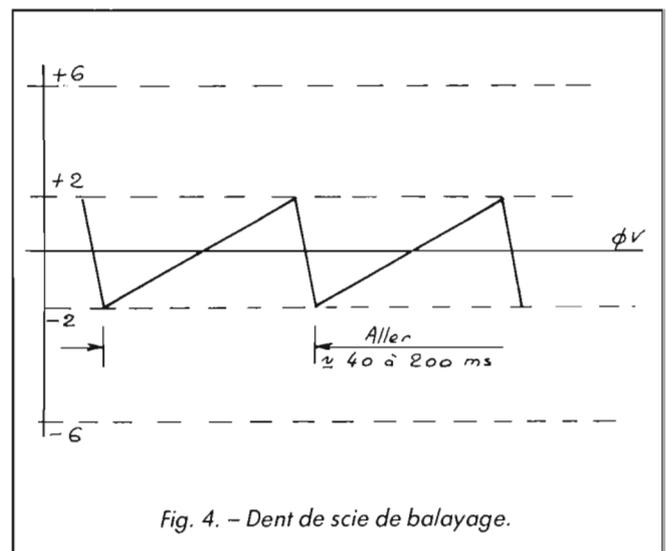
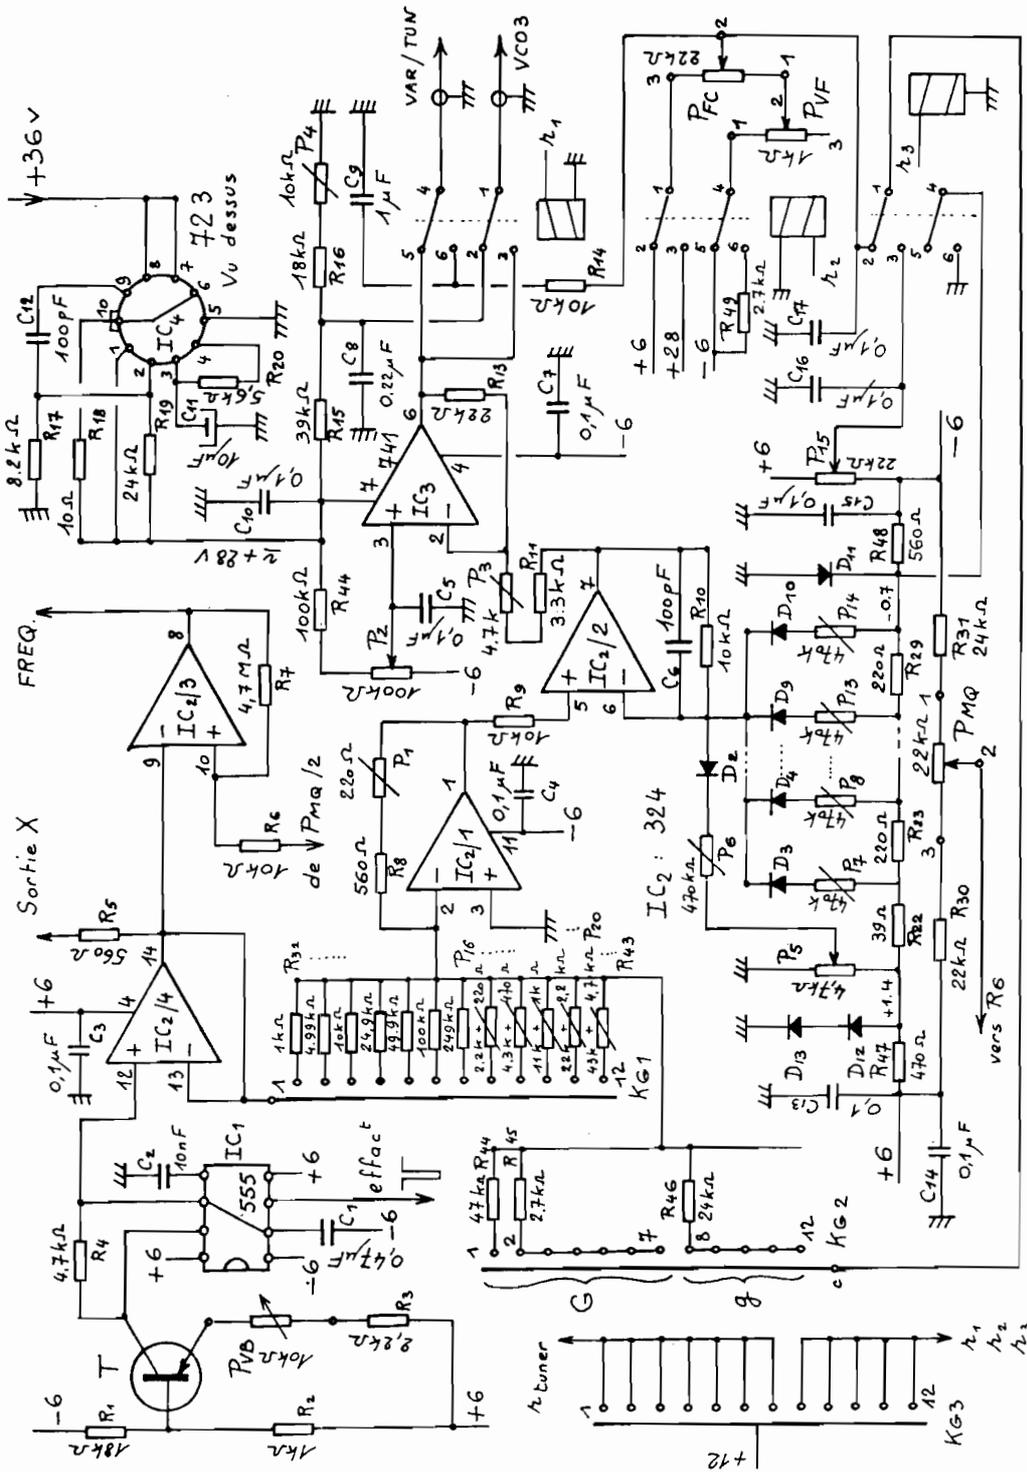

Fig. 4. - Dent de scie de balayage.
Fig. 3. - Synoptique du générateur de rampes.
Se reporter à la figure 3 montrant une certaine complexité ! La rampe linéaire de balayage est générée par IC1, un banal 555, associé au transistor T, un PNP monté en générateur de courant constant. La valeur de ce courant est déterminée par le réglage du potentiomètre PVB. Le condensateur C1 se charge ainsi très linéairement à travers R4 et T, jusqu'à atteindre une tension égale aux 2/3 de la tension d'alimentation de IC1, connecté entre + et - 6 V. La tension de C1 monte donc jusque 2/3 (12) + (-6) = 8 - 6 = + 2 V. A ce niveau, IC1 bascule et décharge C1 à travers R4 jusqu'à descendre au 1/3 de la tension d'alimentation, soit 1/3 (12) + (-6) = 4 - 6 = - 2 V. La dent de scie évolue ainsi entre + 2 V et - 2 V, comme on le voit en figure 4.